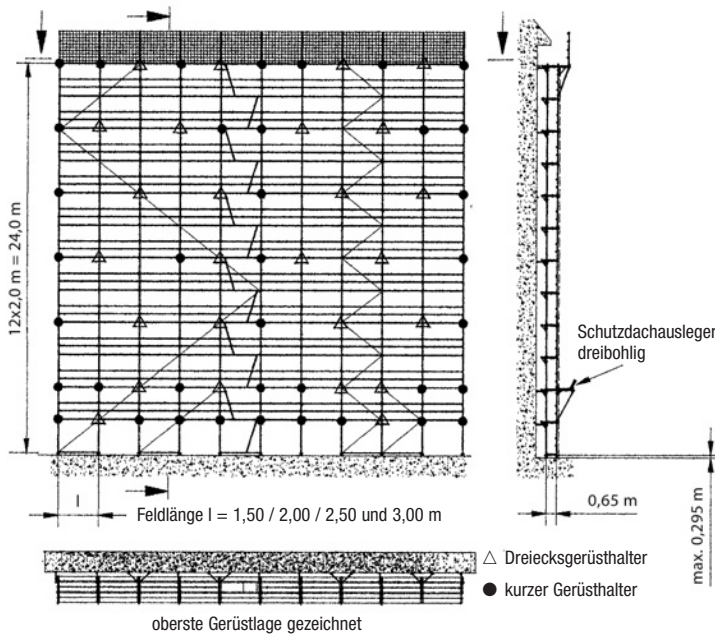

Bild 17
- a) weiterer Aufbau wie in Bild 17 dargestellt und auf Seite 29 beschrieben